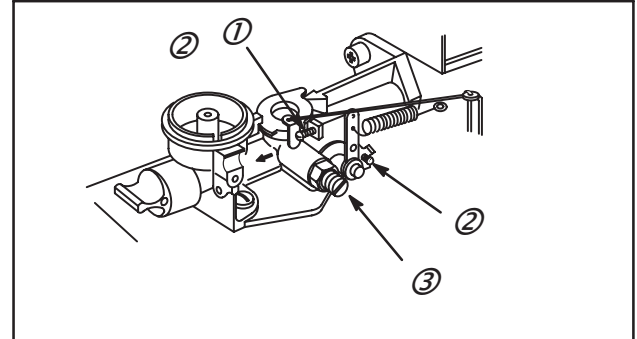

Fig. 25
Visser la vis de réglage du régime (2) pour augmenter la vitesse, vis de richesse (3), vis de réglage de ralenti (1), Fig. 25.